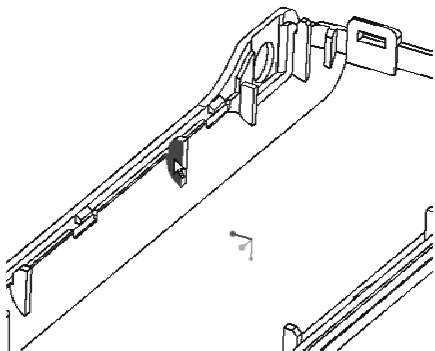
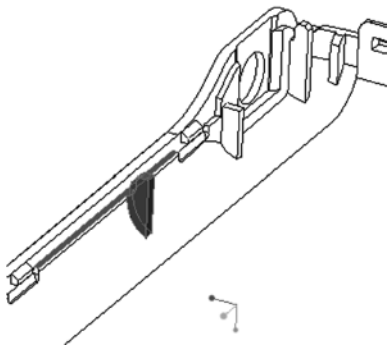

图 9-65 选择一个侧面
图 9-66 选择形成凸台的曲面
- 2 在模型中选择其中一个反止骨的一个侧面作为种子曲面，如图 9-65 所示，接着在“识别和选择”面板中单击“凸台”按钮，已选择形成凸台的曲面，如图 9-66 所示。